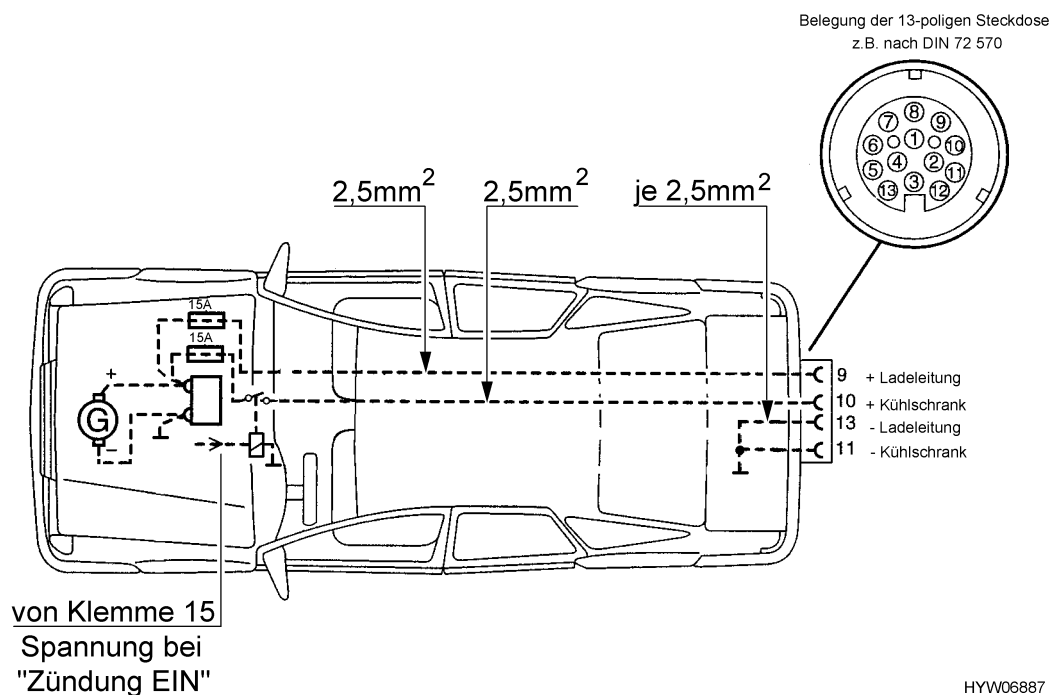

Bild 72 Zugwagen-Installationsplan
Die Verbraucher, die im Caravan an die 12-V-Versorgung angeschlossen sind, sind durch eigene Sicherungen abgesichert. Die Sicherungen sind an unterschiedlichen Einbauorten im Caravan zugänglich (siehe Tabellen). Ausnahme: Der Kühlschrank wird über Klemme 15 durch das Zugfahrzeug mit Strom versorgt und ist somit auch dort abgesichert (Anhängersteckdose Kontakt 10 - siehe Bild 72).
- ▷ Das Zugfahrzeug mit den entsprechenden Kabelquerschnitten nachrüsten (siehe Bild 72).